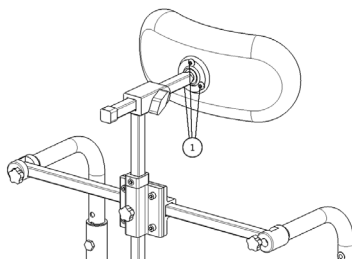

Fig. 31
- Istanlizzate il poggiatesta nel perno a sfera e stringete le tre viti (1) (Fig. 31).